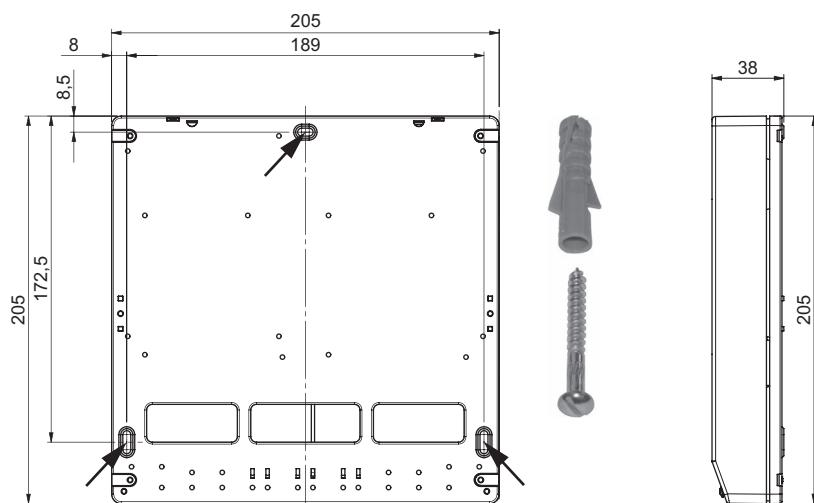

Fig.121 Maßskizze - Ansicht von hinten
- Montagelöcher (Ø 6 mm) laut Skizze (Fig. 121) in die Mauer bohren.